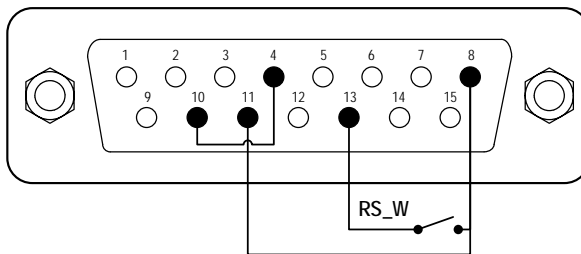
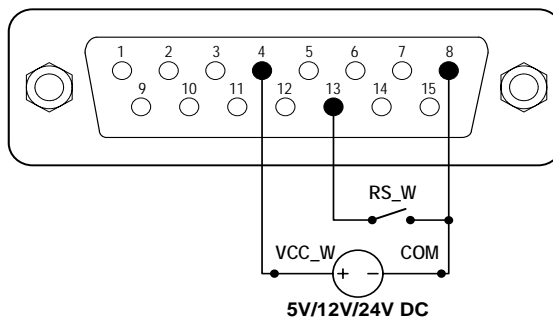

Abbildung 14: Logikpegel-1-Steuerung mit interner 12V-Stromquelle
Abbildung 15: Logikpegel-1-Steuerung mit einer externen Stromquelle
- 1) Schalten Sie die Pumpe aus. Verdrahten Sie den DB15-Stecker wie in Abbildung 14 oder Abbildung 15 und verbinden Sie ihn mit dem DB15-Anschluss auf der Rückseite der Pumpe.